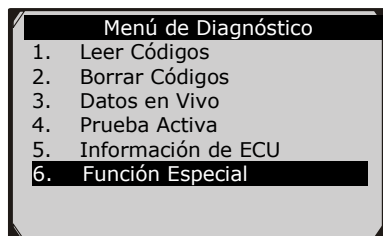

Figura 10.3
- 1) En el **Menú de Diagnóstico** (Figura 10.3), use el botón **ARRIBA/ABAJO** para seleccionar la opción **Función Especial** para ejecutar las pruebas de EPB, que incluyen el **reemplazo del cable de Freno** y el **reemplazo del freno de estacionamiento Electrónico**.
1. Siga las instrucciones anteriores para mostrar la pantalla del **Menú de Diagnóstico** (Figura 10.3)